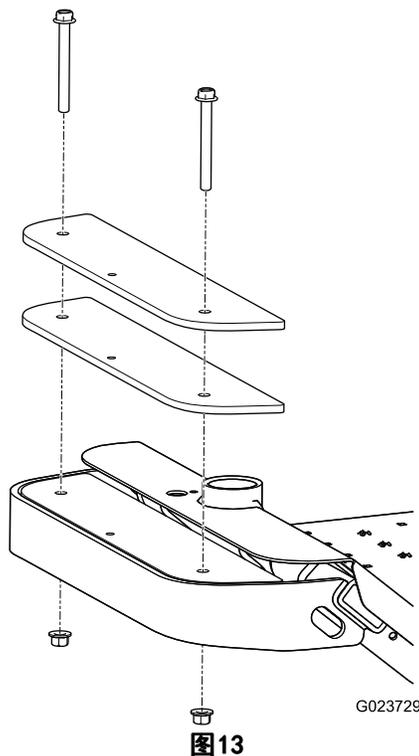

图13
1. 拆下将现有配重块固定在机器前面的 2 个螺栓和 2 个螺母（图13）。